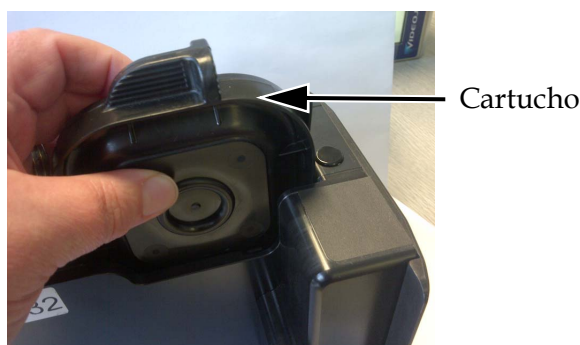

Figura 5-4: Como inserir o cartucho no cabeçote de impressão
- 8 Coloque o cartucho no cabeçote de impressão (consulte Figura 5-4).